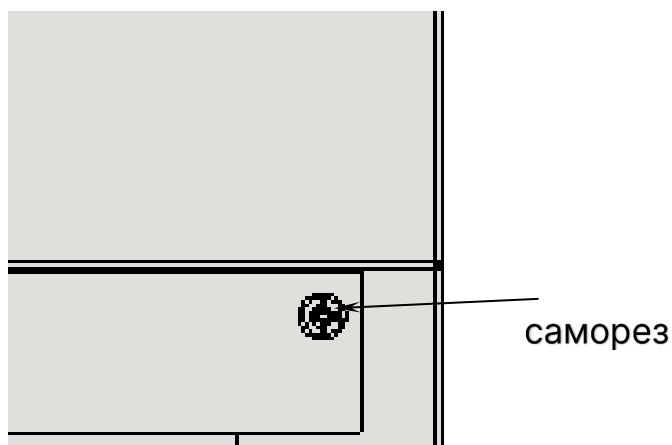

Рисунок 5
- открутить 2 самореза (рис. 5);